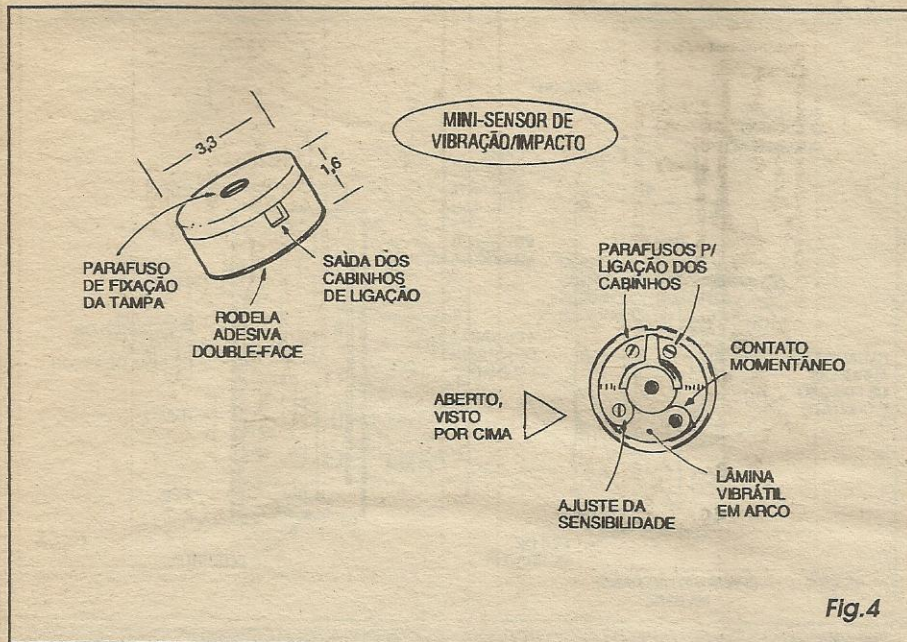

Fig. 4
- **FIG. 4 - O MINI-SENSOR DE VIBRAÇÃO/IMPACTO** - Por ser um componente usado menos frequentemente (e, especificamente este, de modelo *novo*...), a ilustração traz ao leitor/hobbysta uma série de importantes informações visuais quanto à peça... Por fora trata-se de um pequeno e baixo cilindro plástico (3,3 cm. de diâmetro e 1,6 cm. de altura...) fechado por uma tampa (presa por parafuso central), e contendo lateralmente uma pequena fenda de saída para os fios de ligação a serem conectados... Removendo-se a tampa (é forçoso que isso seja feito, para a ligação dos cabinhos que levarão a informação ao circuito...) são vistos alguns conjuntos de lâminas metálicas, dispostas em arco ao longo da periferia do círculo... A figura evidencia os pontos de conexão para a fiação externa, o contacto momentâneo, e também um parafusinho através do qual pode-se ajustar a sensibilidade do dispositivo. Quanto mais perto ficarem um do outro os pontos do contacto momentâneo, mais sensível será o conjunto... Já afastando-se tais contactos um do outro (pela ação em sentido reverso, do citado parafusinho de ajuste...), torna-se o conjunto menos sensível, passando a necessitar de pancadas mais fortes para o acionamento (fechamento momentâneo...) dos ditos contactos... Na base do conjunto, existe uma rodelinha de adesivo *double-face*, originalmente recoberta por um papel protetor, que deverá ser removido apenas quando da instalação final do sensor no seu lugar (detalhes mais adiante...), o que se faz por simples pressão...